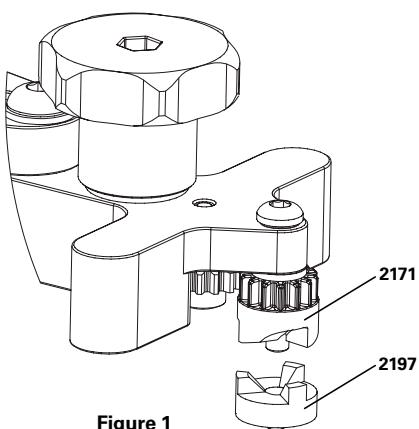
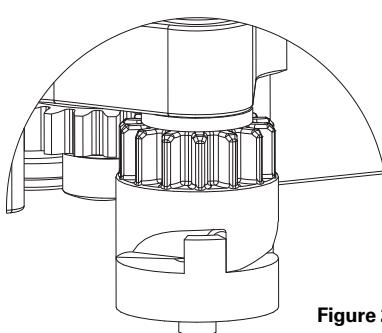

Figure 1
Figure 2
1. Prepare DT-5 or DT-5.2 for post mount or flat mount facing and move the arm assembly into place onto brake mount. Lift arm assembly and place 2197 under 2171 cutter (Figure 1), with diamond grinding surface oriented against the brake mount. The blades of the 2171 cutter will align with the back of the 2197 adaptor (Figure 2).
1. Préparer le DT-5 ou DT-5.2 pour un surfaçage post mount ou flat mount puis placer le bras de l'outil sur les plots de montage de freins. Relever le bras et placer le 2197 sous la fraise 2771 (Figure 1), avec la surface abrasif diamant orienté vers les plots de montage de freins. Les lames de la fraise 2171 s'aligneront avec l'arrière de l'adaptateur 2197 (Figure 2).
1. Bereiten Sie den DT-5 oder DT-5.2 für die Post-Mount- oder Flat-Mount-Befestigung vor und schieben Sie die Armbaugruppe auf die Bremshalterung. Heben Sie die Armbaugruppe an und legen Sie die 2197 unter die 2171-Fräse (Abbildung 1), wobei die Diamantschleiffläche gegen die Bremsenhalterung gerichtet sein muss. Die Klingen des 2171-Fräzers richten sich an der Rückseite des 2197-Adapters aus (Abbildung)